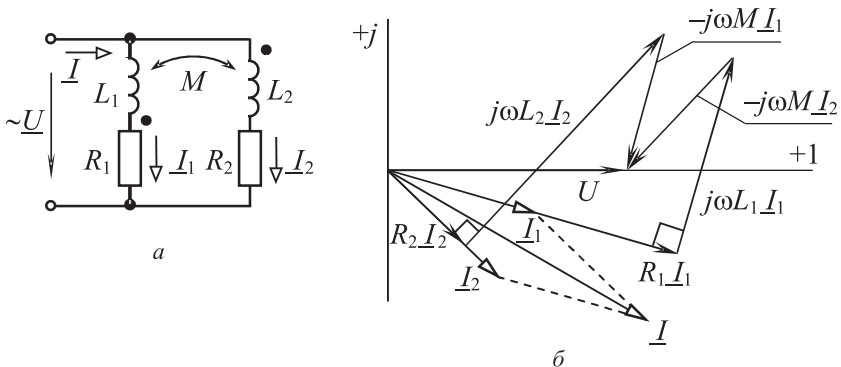

Рис. 2.44
Задача 2.44. Две магнитосвязанные катушки включены параллельно (рис. 2.44, а); $\underline{U} = 36 \text{ В}$, $\omega L_1 = 20 \text{ Ом}$, $\omega L_2 = 30 \text{ Ом}$, $\omega M = 15 \text{ Ом}$, $R_1 = 30 \text{ Ом}$, $R_2 = 10 \text{ Ом}$. Одноименные зажимы катушек указаны точками. Определить токи ветвей. Построить векторную диаграмму.
Векторная диаграмма (рис. 2.44, б) построена на основании системы уравнений (1).